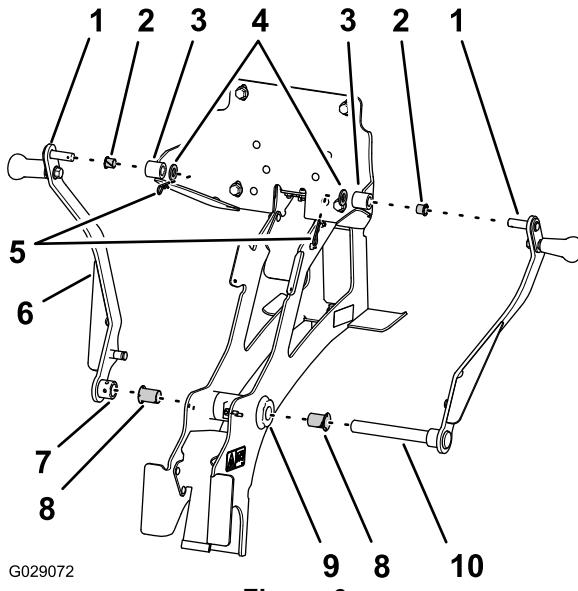

Figure 6
- Insérez une douille à embase (3/4 po diamètre int.) à chaque extrémité du tube de pivot dans le cadre porteur principal (Figure 6).
- Insérez une douille à embase (1/2 po diamètre int.) dans les moyeux gauche et droit de la plaque d'appui (Figure 6).
- Insérez l'axe de pivot inférieur du bras de berceau droit dans la bague à embase sur le côté droit du tube de pivot et le pivot (Figure 6).
- Insérez l'axe de pivot supérieur du bras de berceau droit dans le moyeu droit de la plaque d'appui (Figure 6).
- Fixez l'axe de pivot supérieur à la plaque d'appui avec une rondelle (1/2 po) et une goupille fendue (Figure 6).
- Placez le moyeu du bras de berceau gauche au bout de l'axe de pivot inférieur du bras de berceau droit qui dépasse à gauche de la bague à embase gauche du tube de pivot (Figure 6).
- Insérez l'axe de pivot supérieur du bras de berceau gauche dans le moyeu gauche de la plaque d'appui (Figure 6).
- Fixez l'axe de pivot supérieur du bras de berceau gauche à la plaque d'appui avec une rondelle (1/2 po) et une goupille fendue (Figure 6).